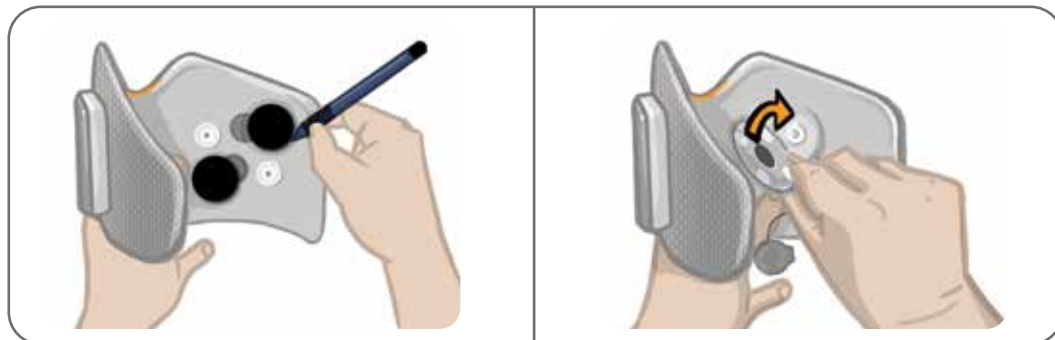

Abbildung 8-7: Position der Elektrodenbasis markieren (links)
2. Markieren Sie die Position der gebrauchten Elektrodenbasen mit einem wasserfesten Stift auf dem Innenfutter der Manschette. Siehe Abbildung 8-7.